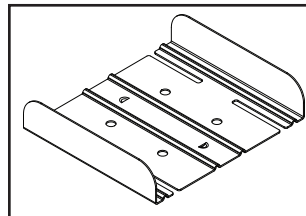

Fig. 5
1. Para conectar los modelos ST2, utilice el alineador de filas que se muestra en la Fig. 5.